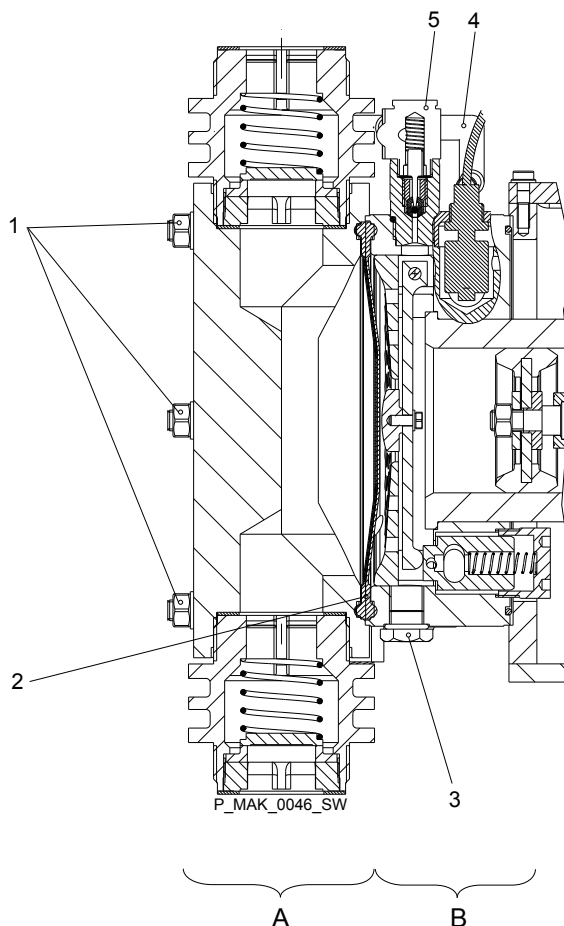

Fig. 24: Vista secção transversal Unidade de alimentação e unidade hidráulica
6. Purgar o óleo hidráulico apenas da unidade hidráulica através do tampão de vidro acrílico (3) - ver Fig. 24.